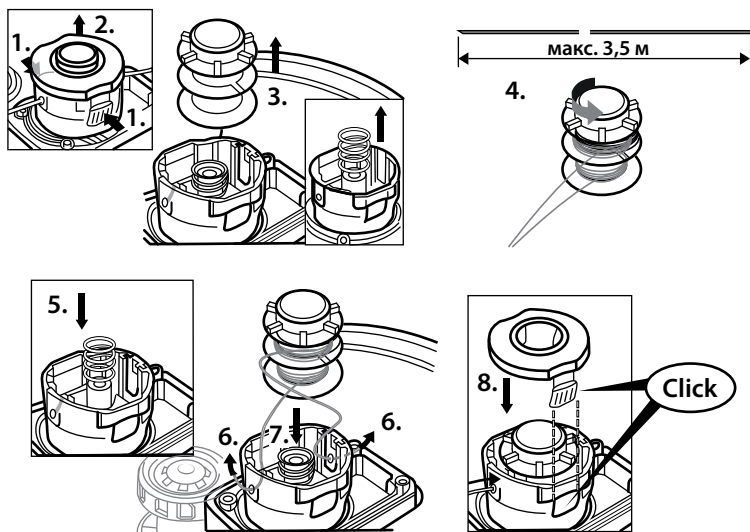

Рис. 6
1. Переверните триммер катушкой вверх. Жажмите торцевые направляющие (рис. 6).